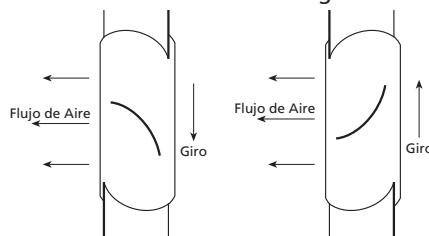

Figura 4 — Calcomanía de Giro
a. El giro debe ser en la misma dirección que indica la calcomanía de giro que se encuentra en la unidad o como se muestra en la Figura 4.